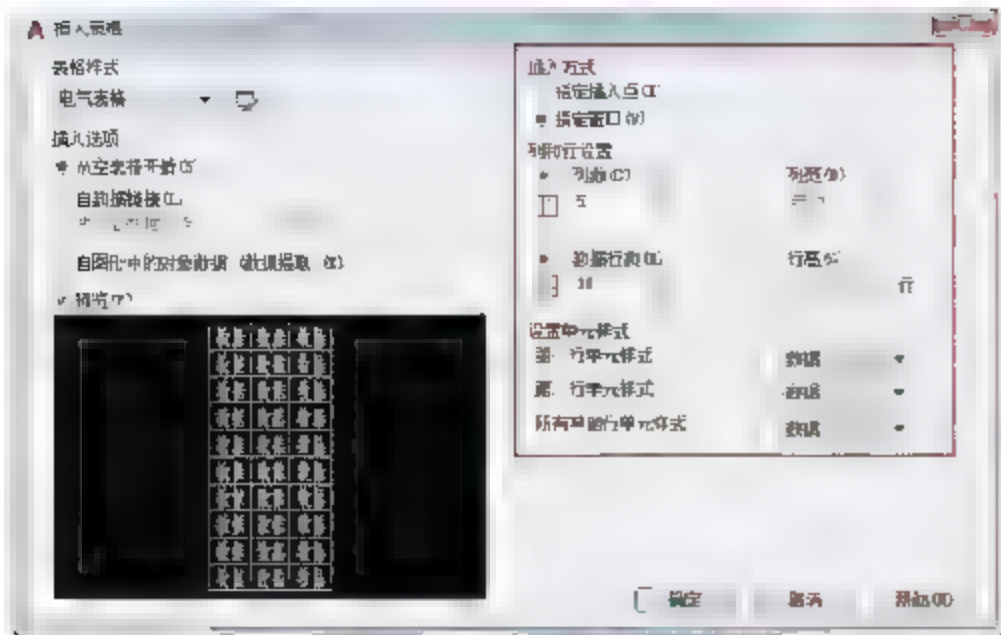

图10-56 【插入表格】对话框
**07** 创建表格。调用TB【表格】命令，在【插入表格】对话框中设置参数，如图10-56所示。